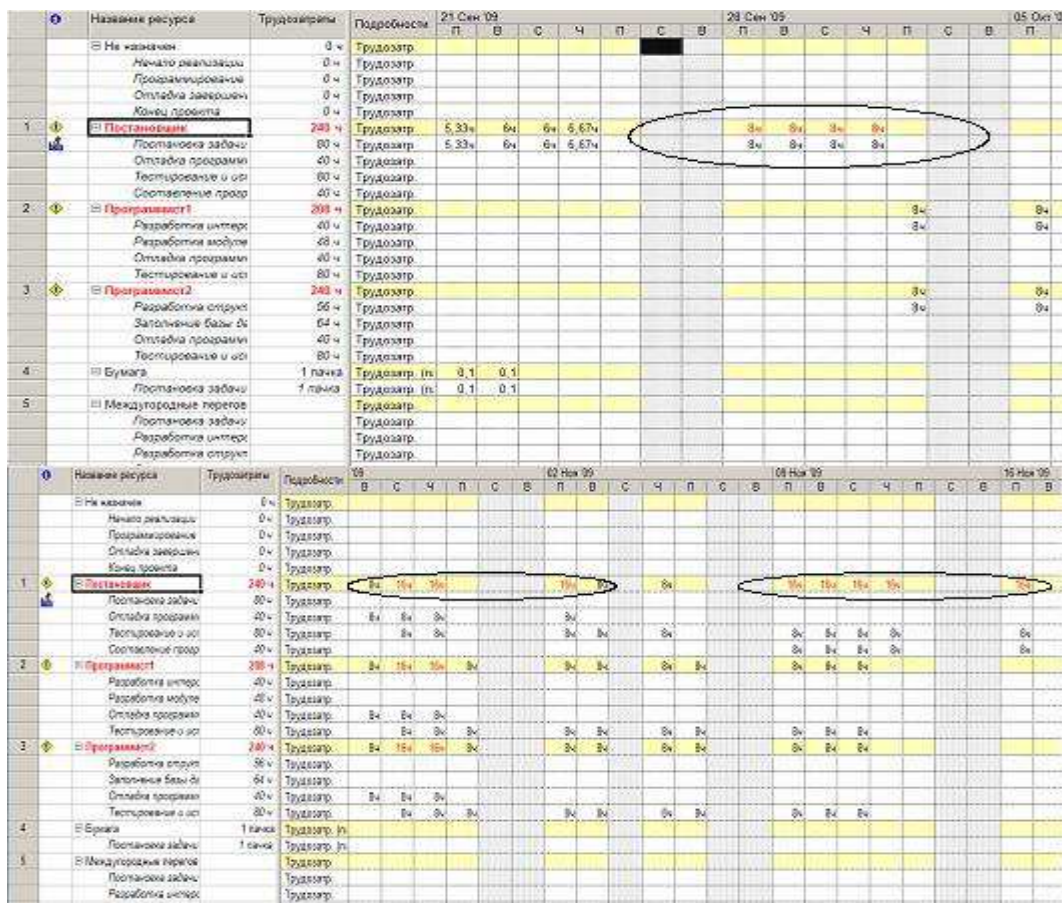

Рисунок 5.1 – Периоды перегрузки постановщика
3. Найти в этой строке дни, когда суммарная загрузка изображена красным цветом. В эти дни постановщик перегружен. Всего имеется три периода перегрузки (рис. 5.1).